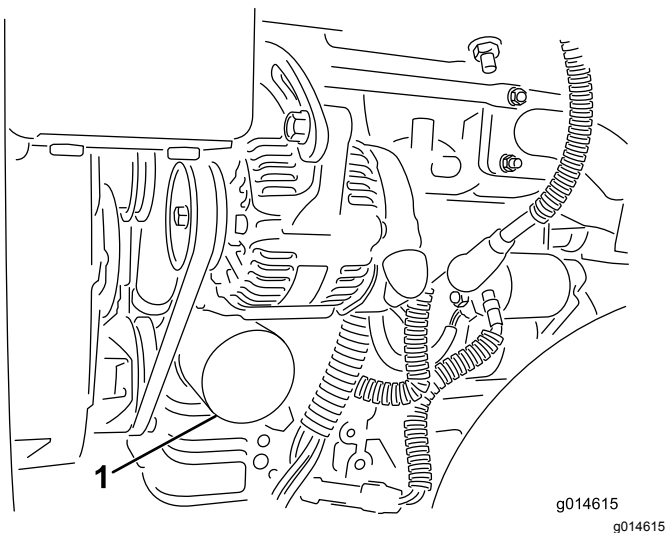

図 27
- オイルフィルタ 図 27を外す。新しいフィルタのガスケットに薄くエンジンオイルを塗る。